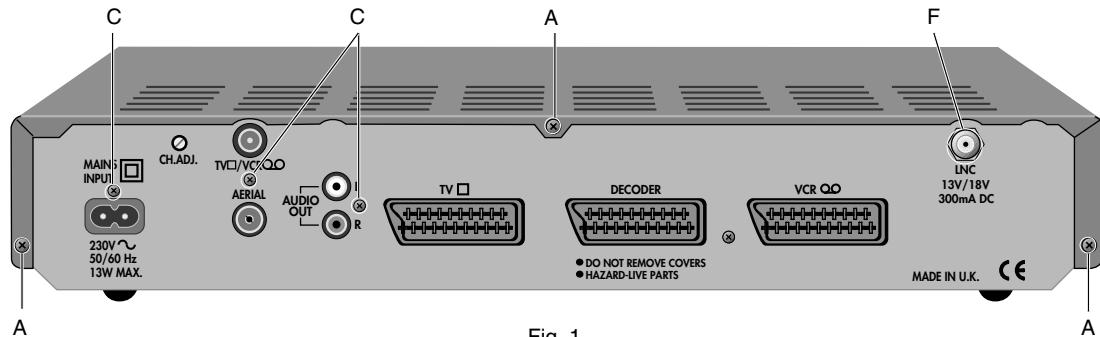

Fig. 1
- Dévisser les 3 vis **A** (Fig. 1).
- Défaire les 3 vis **C** au dos de l'appareil (Fig. 1).
- Undo 3 screws **A** (Fig. 1).